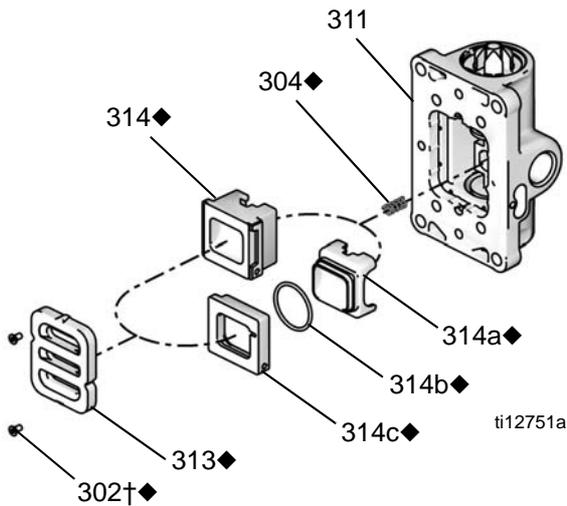

FIG. 6: Rimozione della piastra dell'aria
2. Vedere FIG. 6. Utilizzare una chiave esagonale da 2 mm o 5/64" per rimuovere due viti (302†◆). Rimuovere la piastra della valvola (313◆).